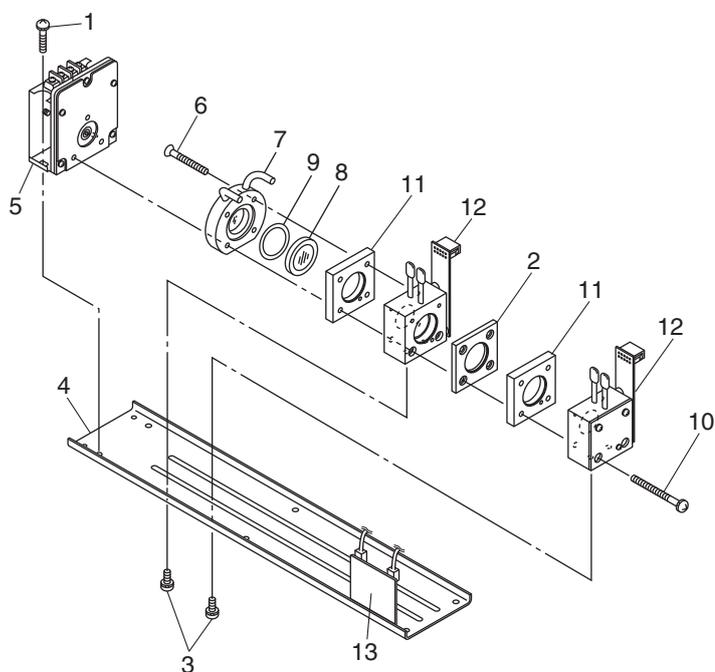

Fig. 7-1 Schéma de l'unité de mesure (bloc cellule)
**a. Comment démonter le bloc cellule (voir Fig. 7-1)**